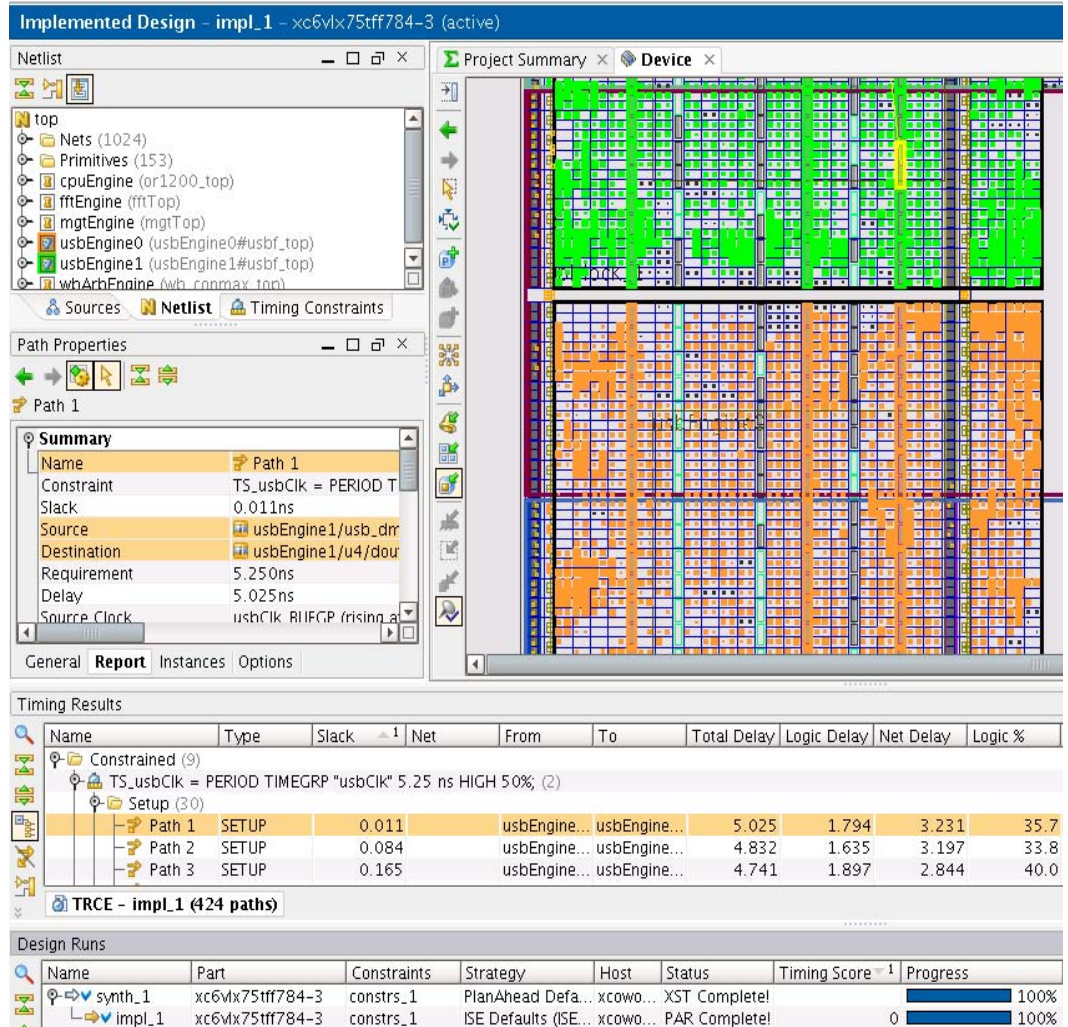

図 1-10：問題のなかったインプリメンテーション結果の確認
3. 最終的なタイミング スコアや詳細なタイミング レポートを確認して、結果が問題ないかどうか検証します (図 1-10)。タイミング スコアが 0 で、リストされているワースト パスのスラックがまだ正の値であることに注意してください。また、図 1-10 に示すように、2 つの `usbEngine` インスタンスのロジックが緑とオレンジでハイライトされています。これは、インスタンスの配置が `AREA_GROUP` で制御されたことを示します。これら 2 つのインスタンスのプリミティブをハイライトするには、[Netlist] ビューで 2 つのインスタンスを選択し、右クリックで [Highlight Primitives] をクリックします。